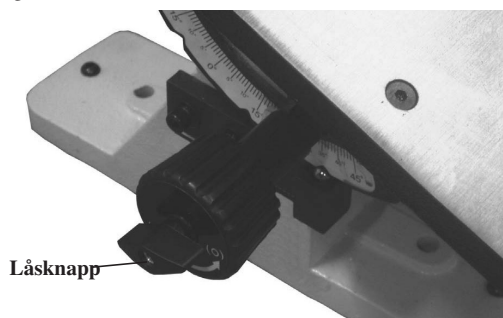

Fig. 02
1. Lossa låsknappen (fig. 02) och flytta bordet till 90-graders position. Spänn fast låsknappen och placera en vinkelhake mot bordet och puts-skivan. Vinkelhaken bör vila rakt mot bordet och skivan.